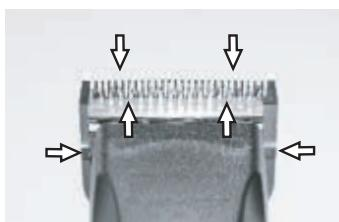

Fig. 24
For å oppnå gode klippemaskinresultater og for å øke levetiden til klippe-maskinen og klippehodet, må du påføre et tynt lag med olje mellom det øvre og nedre bladet (fig. 24).
- ▶ Smør bladene tilstrekkelig under klippingen (minst hvert 15. minutt), slik at de ikke går tørre (fig. 24).
Bladene må oljes før, under og etter hver gang de brukes. Hvis knivene på klipperen etterlater striper, er dette en sikker indikator på at du behøver olje. Påfør noen dråper olje foran på sidene av klippebladene (se pilene i fig. 24). Tørk av overflødig olje med en tørr klut. Smøresprayer har ikke nok olje til å opprettholde god smøring, men hjelper til med å kjøle ned bladene. Skadede eller sløve blader må straks skiftes ut for å unngå skader.